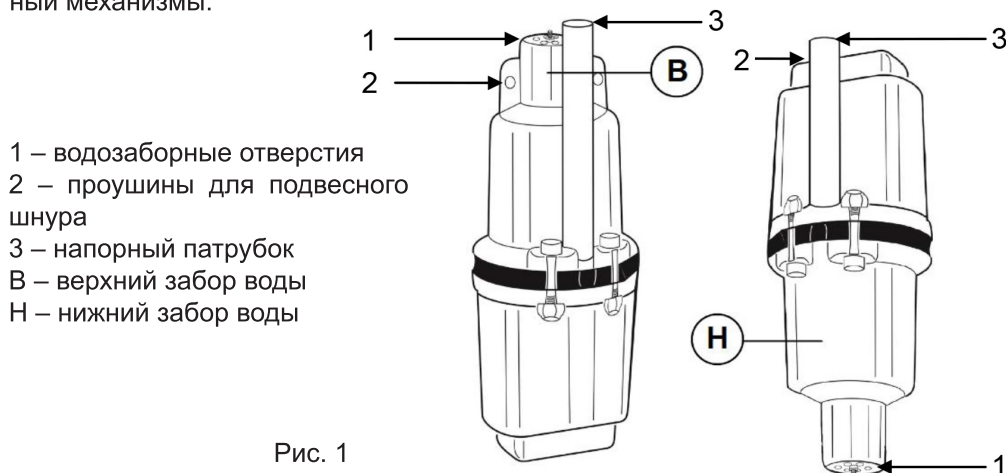

Рис. 1
Водозаборные отверстия (1) (Рис. 1) расположены в верхней или нижней части корпуса (в зависимости от модели). Проушины (2) (Рис. 1) предназначены для крепления подвесного шнура. Напорный патрубок (3) (Рис. 1) имеет наружный диаметр 19 мм и предназначен для подключения шланга с внутренним диаметром 19 мм — 3/4".
- 1 Надёжно закрепите подвесной капроновый шнур на обеих проушинах (2), показанных на Рис. 1. Шнур должен выдерживать массу насоса и динамическую нагрузку, возникающую при вибрации.
- 2 Наденьте шланг с внутренним диаметром 19 мм на напорный патрубок (3) (Рис. 1) и закрепите его комплектным хомутом.